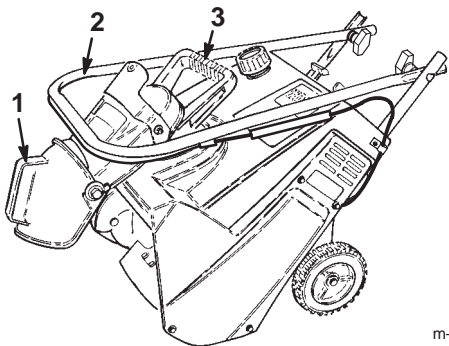

Bild 18
2. Klappen Sie den Auswurf nach unten und installieren die Mutter fest auf der Schraube hinten am Kanalgriff (Bild 18).
3. Lockern Sie die Handschrauben am Griff und klappen diesen abwärts über die Schneefräse (Bild 18).
4. Tragen Sie die Schneefräse am Griff des Auswurfkanals (Bild 18).